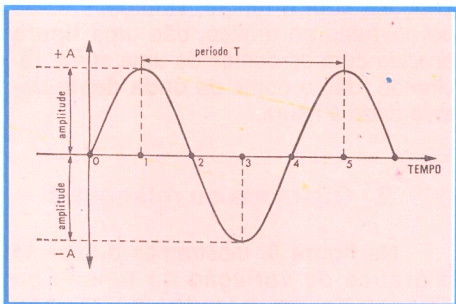

Figura 10 - Onda "senoidal" ("alternada").
Também a tensão e a corrente alternada podem ser representadas em gráficos, exatamente como fizemos até aqui, ou seja, tomamos o eixo horizontal, para contar os tempos, e o vertical, para marcar o valor da tensão ou corrente. Resulta, daí, um gráfico como o mostrado na **figura 10**, que é chamado de **onda alternada** ou **senoidal.**
a) **Amplitude** - que corresponde ao máximo valor (positivo ou negativo) que a corrente ou tensão pode alcançar num determinado instante. Na figura 10, chamamos de **+ A** o valor da amplitude positiva e de **- A** o da amplitude negativa.
d) **Valor instantâneo** - por valor instantâneo entendemos o valor da tensão ou corrente no instante que nos interessa. De fato o aluno observa pela figura 10, por exemplo, que, no instante inicial (instante zero), a amplitude da onda lá representada, onda essa que tanto pode ser de tensão como de corrente, tem valor zero. Já no instante 1, o valor de sua amplitude é máximo. Em outro instante, o valor da amplitude tem um valor qualquer, que corresponde ao seu **valor instantâneo**.